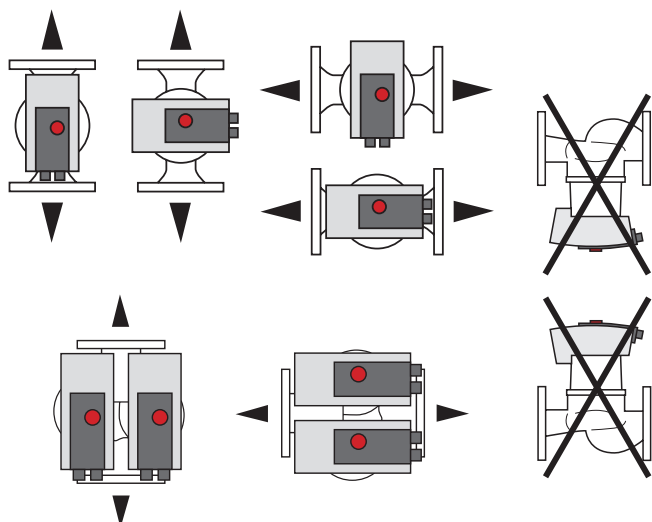

Fig. 4: Poziții de montare admise
1. Verificați pozițiile de montare admise → Fig. 4.